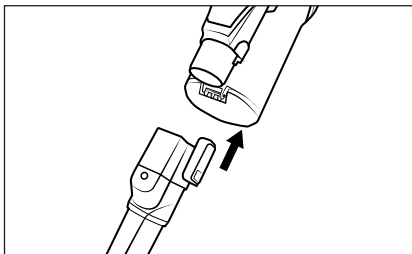

Abb. 14
- ♦ Schieben Sie das Zubehör auf das Saugrohr **23** oder auf die Saugöffnung des Gerätes, bis es mit einem Klickgeräusch einrastet (siehe Abb. 14). Achten Sie dabei auf die richtige Position der Verriegelung.